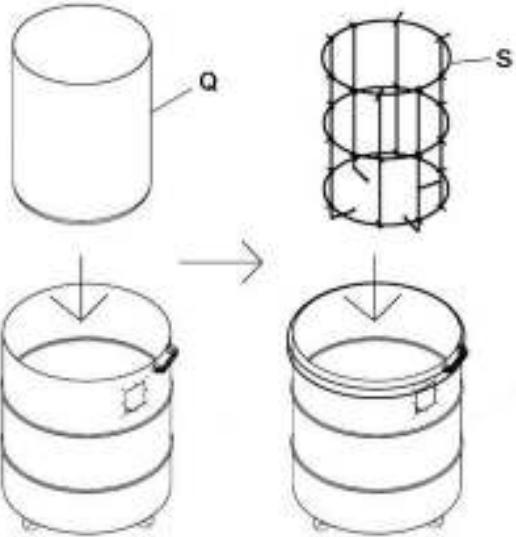

Рис. 14
19. Вложите мешок для контейнера (Q) в контейнер таким образом, чтобы верхняя часть мешка охватывала верхний край контейнера. Внутри мешка установите рамку (S) и надавите, чтобы она зашла в мешок до конца. См. Рис. 14.